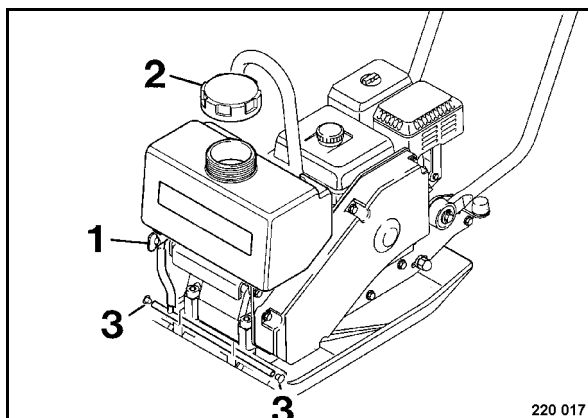

рис. 60
- Снять крышку (2) (рис. 60) бака для воды и резиновый колпачок (3) сбоку оросительной трубы.
- Открыть запорный кран (1).